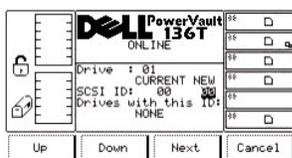

图 71. 设置 > 驱动器 > SCSI > SCSI ID 新对话框
- 1 如果按下**下一个**软键下方的按钮，则列表中的下一个字段将成为活动字段。请参考图 71。